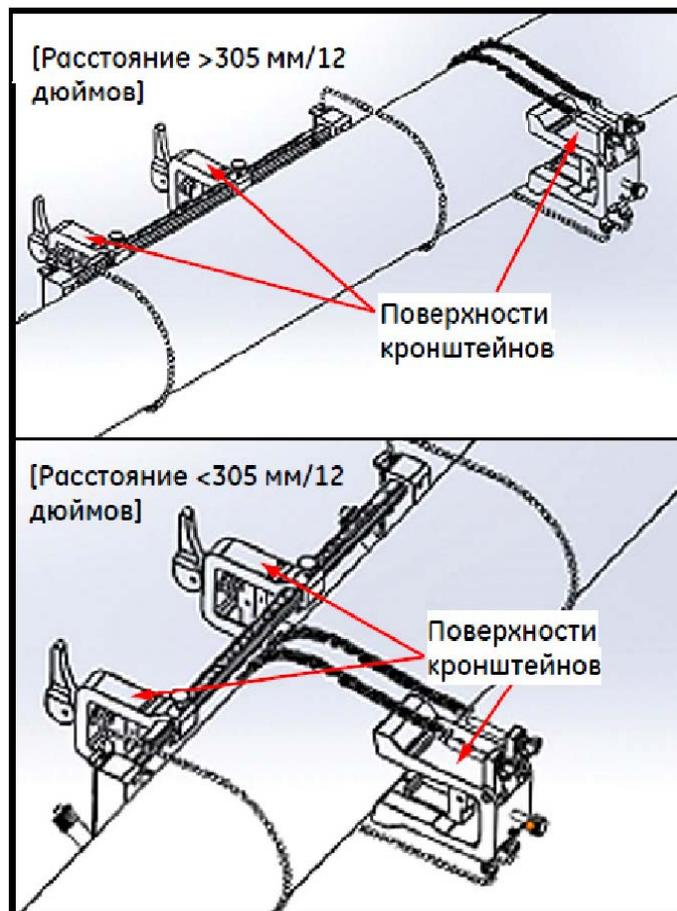

Рис. 28: Вилка, повернутая в горизонтальное положение
4. Поворачивайте скобу, пока она не окажется в горизонтальном положении на противоположной стороне трубы по отношению ранее установленному крепежному приспособлению, как показано на Рис.28 ниже.
5. Обеспечьте, чтобы верхние поверхности кронштейна скобы и кронштейнов крепежного приспособления располагались точно в одной и той же горизонтальной плоскости (см. Рис.28 выше). Установите стационарный зажим в крепежном приспособлении на ноль на шкале.